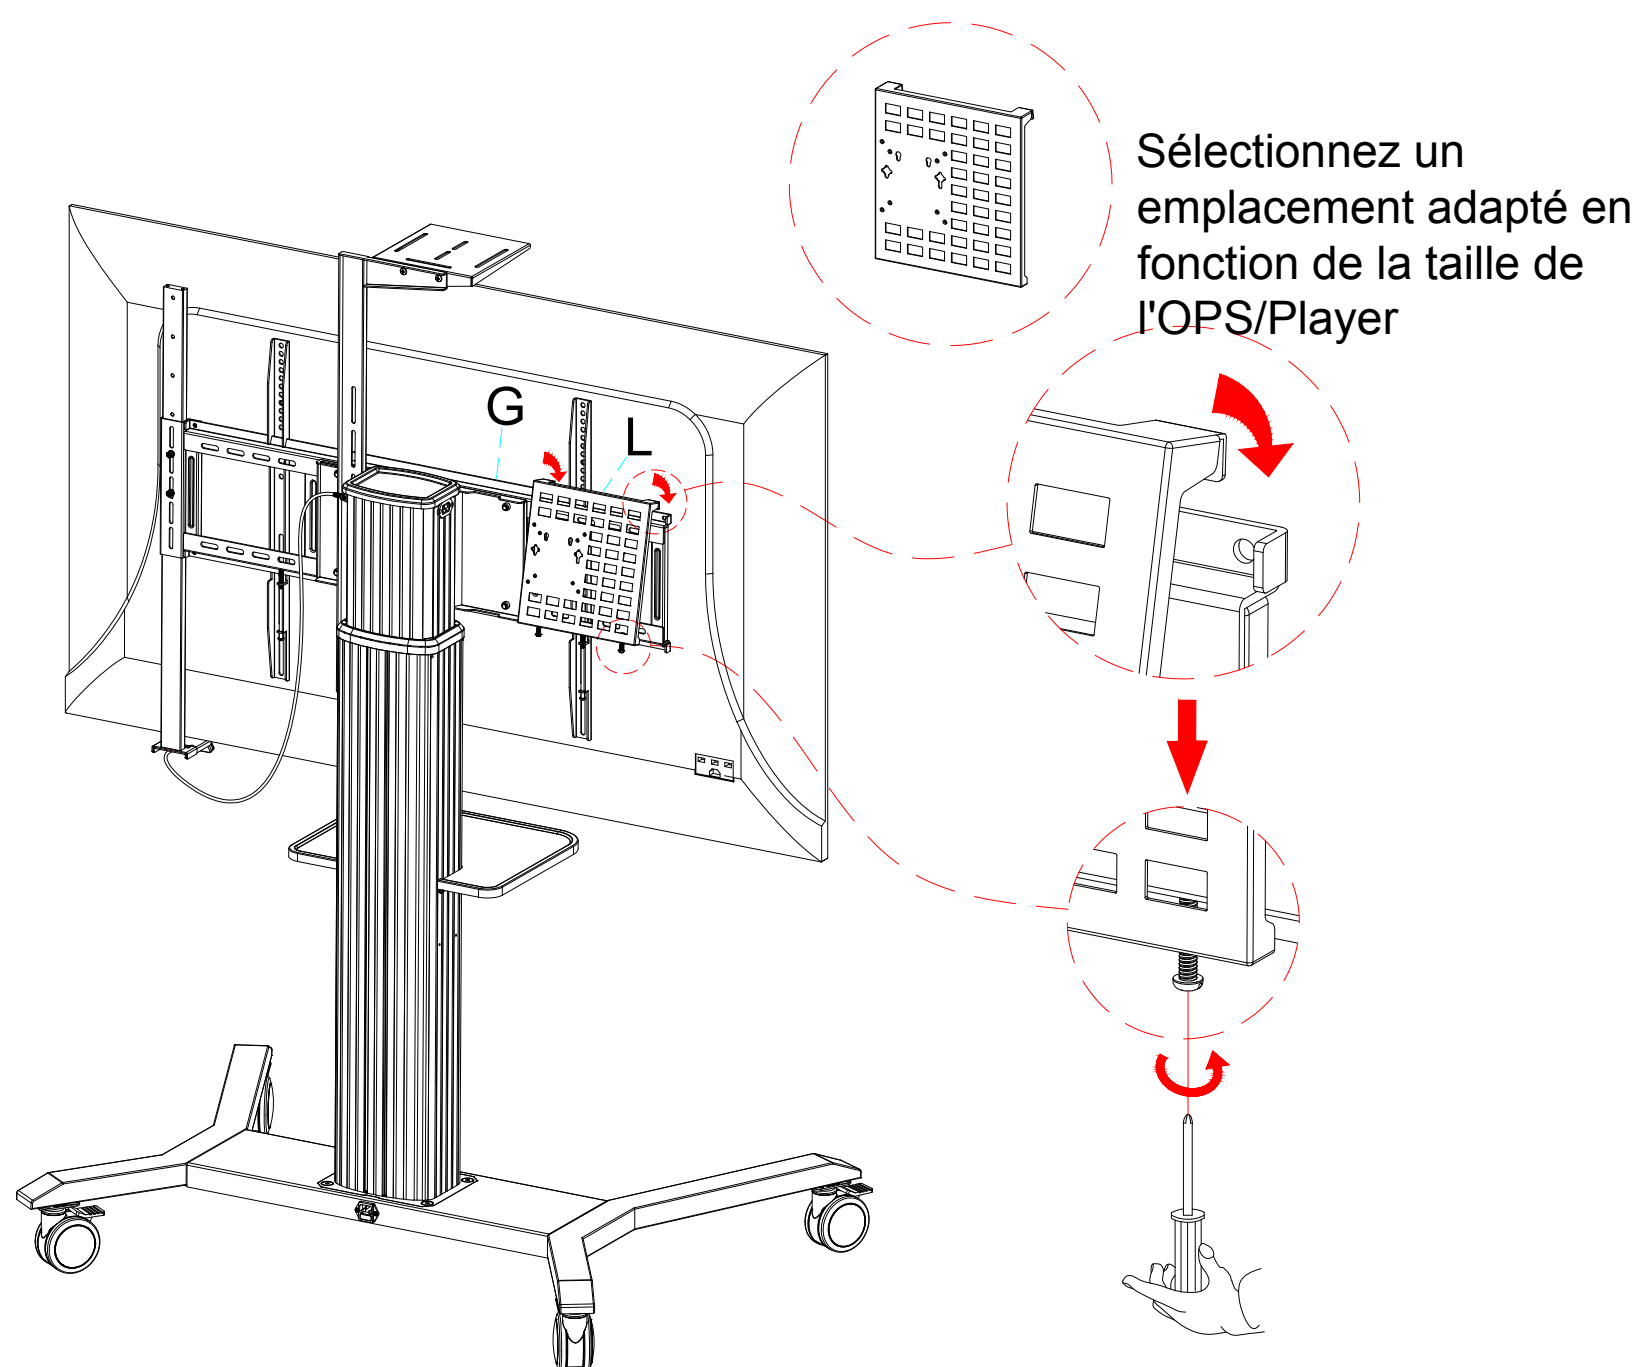

Figure 11
Étape 11 : Assemblez le support OPS/Player (L) et la plaque murale (G), puis serrer les deux vis de sécurité (Figure 11)